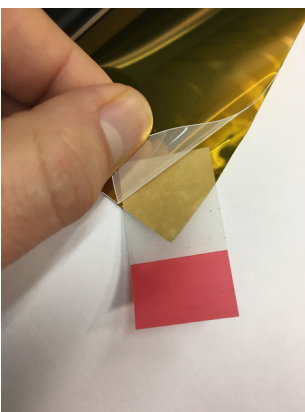

Figure 01
- › Soulever le film de protection au niveau de cette languette afin de pouvoir le retirer facilement. (FIG. 01)